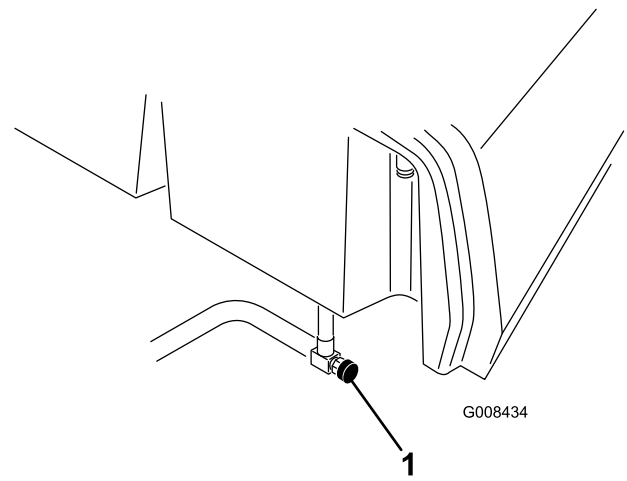

Figura 36
1. Cierre la válvula de cierre de combustible (Figura 36), situada debajo del depósito de combustible.